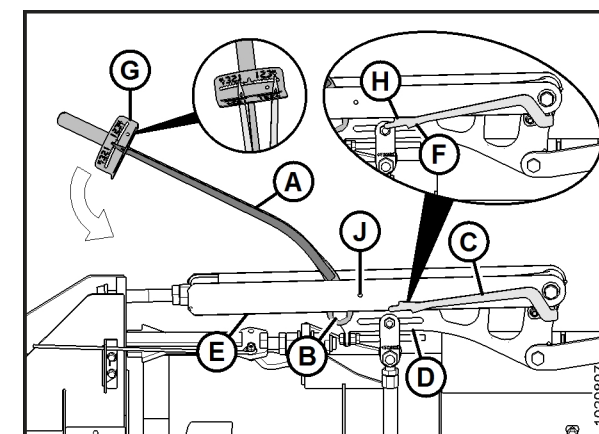

Figura 9: Conexión de balance de alas: alas demasiado pesadas (se muestra el lado izquierdo, derecha opuesta)
6. Mueva el ala hacia abajo con el torquímetro (A) hasta que la pestaña de alineación superior del puntero (H) se alinee con el borde inferior de la unión superior (E). Consulte la Figura 9. Observe la lectura del indicador (G) en el torquímetro y regístrela.